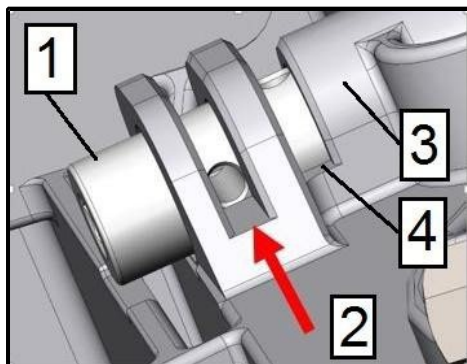

Fig. 30
3. Assicurarsi che un foro vite, primo o il secondo foro in movimento, e il primo o il secondo foro in movimento corrispondano alla scanalatura corrispondente nell'alloggiamento e al primo o al secondo foro in movimento. Ad esempio, secondo la (pos.2, Fig. 30), il secondo foro è in movimento. Assicurarsi che la coppiglia fissa (posizione 2, figura 29) sia installata nel foro e nella scanalatura combinati (posizione 2, figura 30).